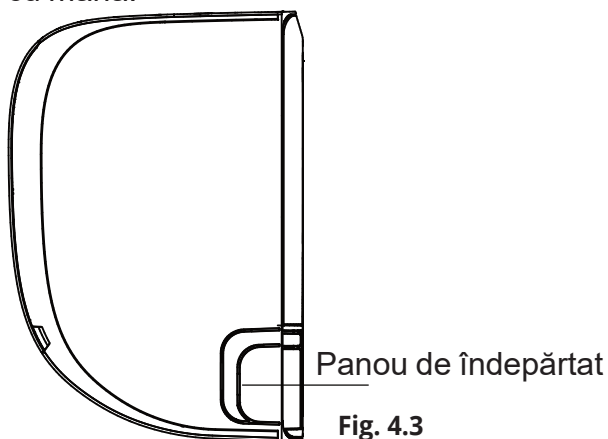

Fig. 4.3
2. Dacă orificiul din perete se află în spatele unității, păstrați panoul de îndepărtat la locul său. Dacă orificiul din perete este pe partea laterală a unității interioare, îndepărtați panoul din partea laterală a unității (consultați Fig. 4.3). Acest lucru va crea o fantă prin care conducta poate ieși din unitate. Utilizați clești cu vârf ascuțit dacă panoul din plastic este dificil de îndepărtat cu mâna.